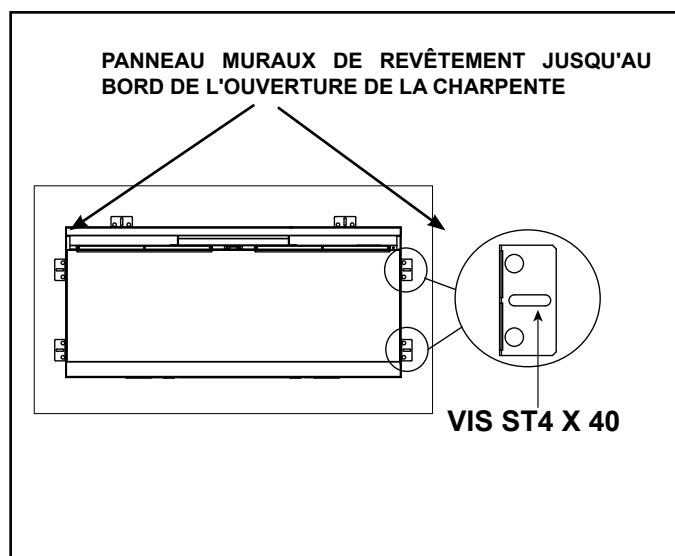

Figure 4.3 Fixation de l'appareil au cadrage
3. Installez l'appareil dans l'ouverture. Voir la Figure 4.3. Assurez-vous que le poids de l'appareil est supporté par l'élément de cadrage inférieur. Caler le bas de l'appareil si nécessaire pour le mettre à niveau.
4. Centrez l'appareil de gauche à droite dans l'ouverture, puis fixez-le au mur fini en sécurisant une (1) des six (6) vis ST4x40 fournies à travers chaque support pliable à la main pour fixer l'appareil à un élément de cadrage. (Voir la Figure 4.3)